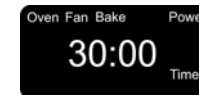

Fig. 9
- Para seleccionar el ajuste de tiempo deseado, presione las flechas hacia arriba/abajo hasta alcanzar ese tiempo. (Fig. 9)